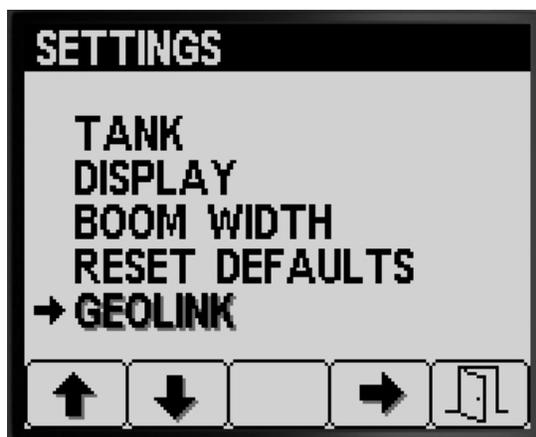

图 36
1. 按 SETTINGS 设置屏幕上的 1 号或 2 号按钮直至到达 GEOLINK 选项图 36。
2. 按 4 号按钮选择 Geolink 条目图 36。